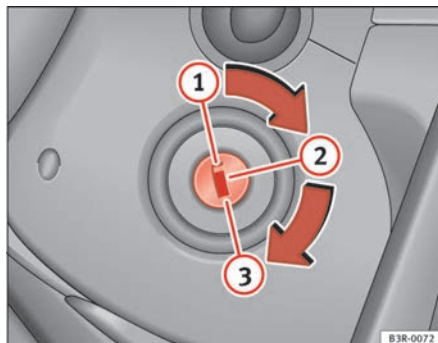

Fig. 140 Posizioni della chiave
- Girare la chiave d'avviamento in posizione  (⇒ pag. 171, fig. 140).